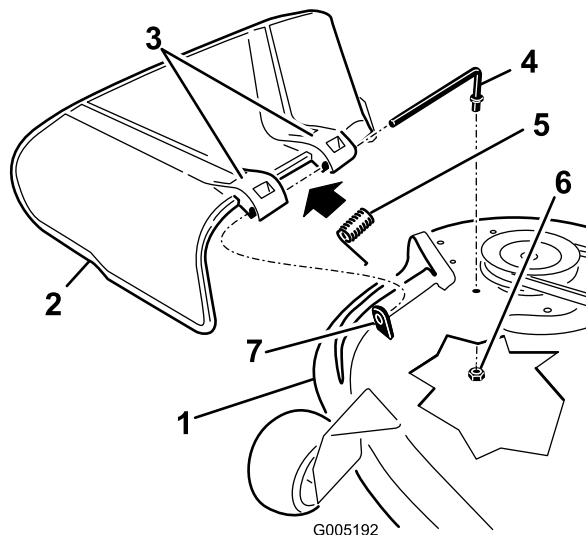

Figure 58
- Repérez les éléments illustrés à la Figure 58.
- Retirez l'écrou (3/8 pouce) de la tige, sous le plateau de coupe (Figure 58).
- Sortez la tige de la courte cheville de positionnement, du ressort et du déflecteur d'herbe (Figure 58).
- Remettez en place le déflecteur d'herbe (Figure 58).
- Placez le ressort sur la tige, les fils d'extrémité dirigés vers le bas, entre les supports du déflecteur d'herbe. Insérez la tige dans le deuxième support du déflecteur d'herbe (Figure 58).
- Fixez l'extrémité arrière de la tige dans le plateau de coupe à l'aide d'un écrou (3/8 po), comme montré à la Figure 58.